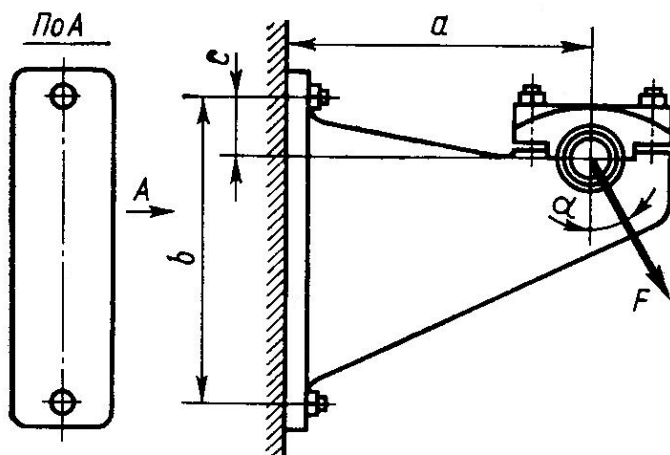

Рис.14
1. Рассчитать болты крепления чугунного кронштейна с подшипником (рис. 14) к кирпичной стене по данным табл. 13. Недостающими данными задаться.